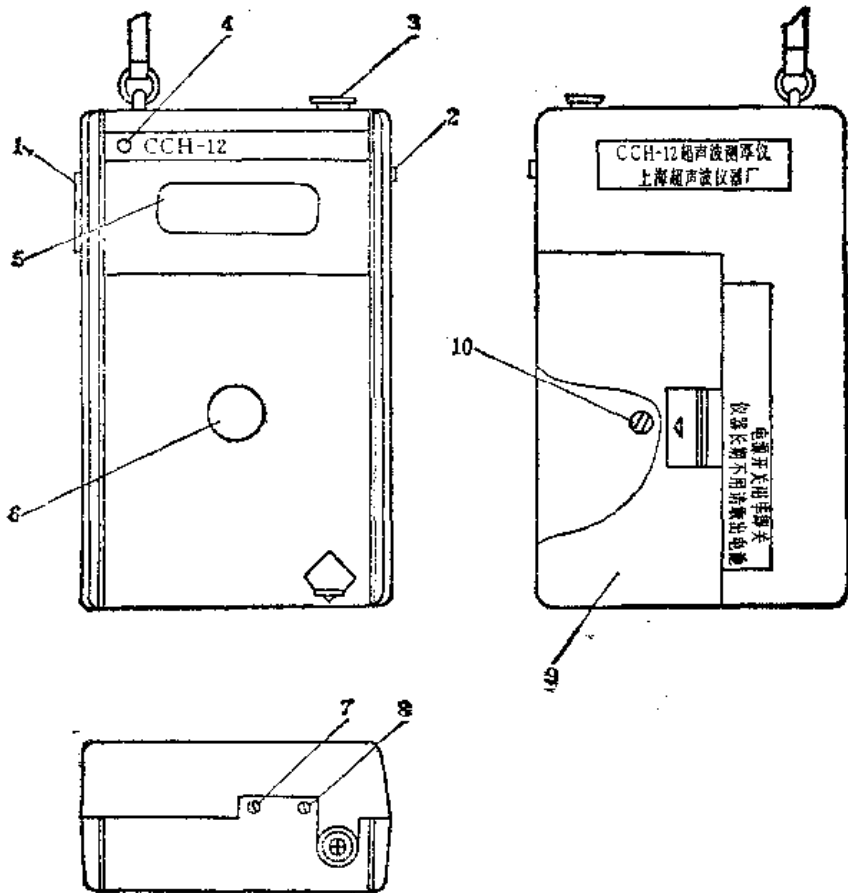

图 19-1-33 CCH-12 型测厚仪外形结构图
(1) CCH-12 型测厚仪的外形结构 如图 19-1-33 所示, 其各部分的名称和作用如下: